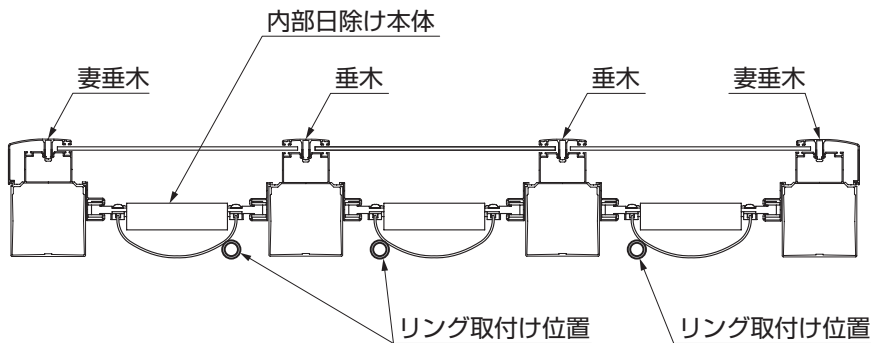

図4-1
①内部日除け本体を内部日除けレールの間に取付けてください。(図4-1参照)
②図4-1の位置にリングを取付けてください。